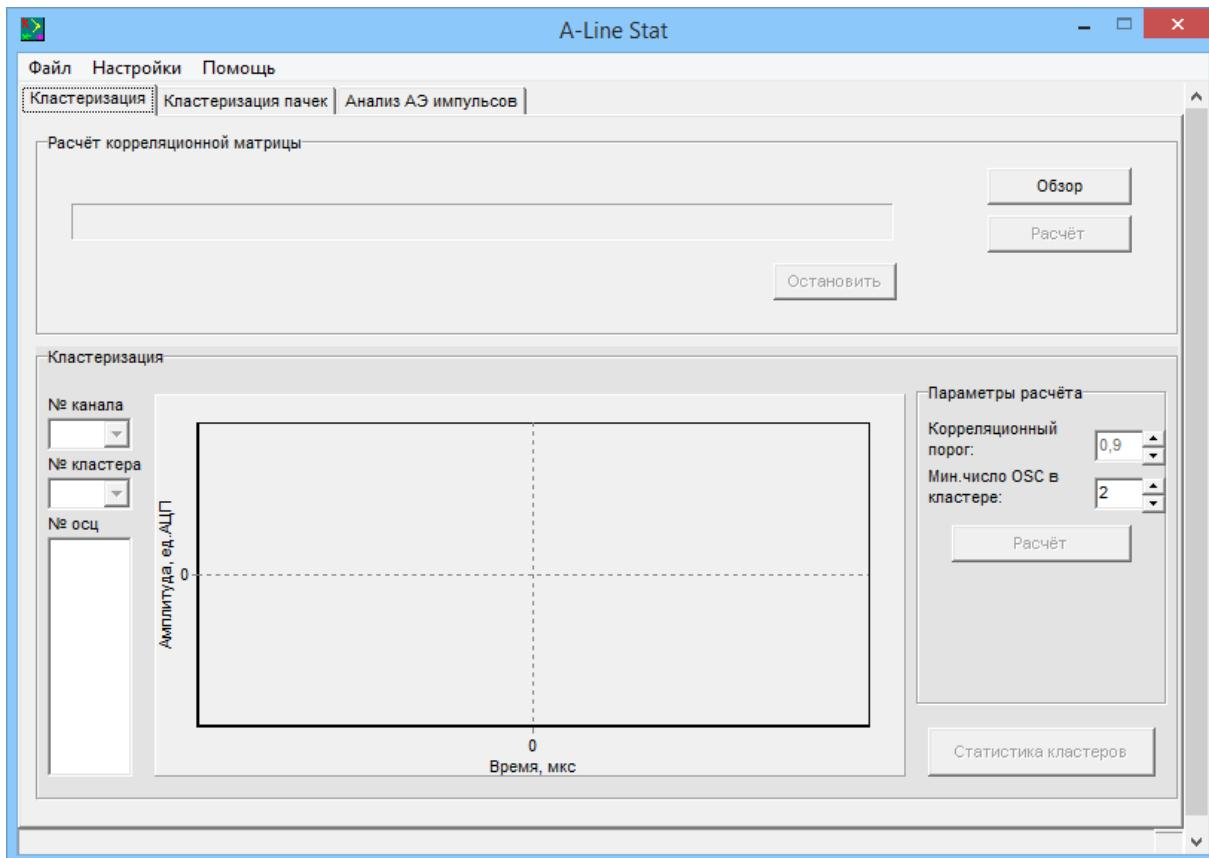

Рис. 19.1. Вкладка **Кластеризация**
- ◊ На вкладке **Кластеризация** (рис. 19.1) производится расчёт корреляционной матрицы для OSC-файла (*.osc) (см. разд. 20.1) и расчёт кластеризации сигналов по установленным параметрам расчёта (см. разд. 20.2).